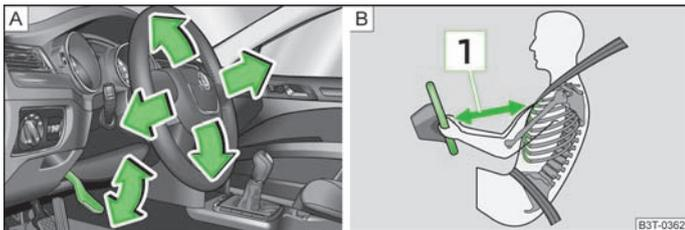

Fig. 112 Volante regolabile: Leva sotto il volante / distanza di sicurezza dal volante
- Il passeggero deve mantenere una distanza dalla plancia di almeno 25 cm 1 » fig. 112 - B. Se non si rispetta questa distanza minima, il sistema airbag non può proteggere - pericolo di morte!
- Abbassare la leva sotto il volante » fig. 112 - A.